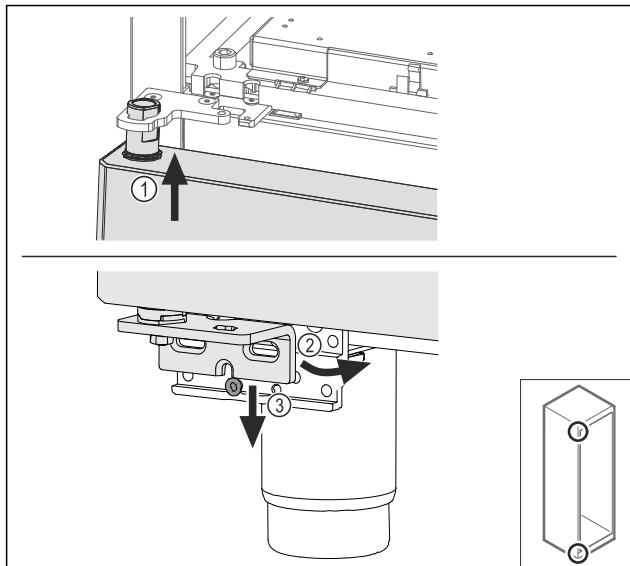

Fig. 63
- ▶ Introducir la puerta ligeramente inclinada en la parte superior Fig. 63 (1), alinear la puerta para que quede recta Fig. 63 (2) y colocarla en la parte inferior del tornillo de soporte de cojinetes Fig. 63 (3).